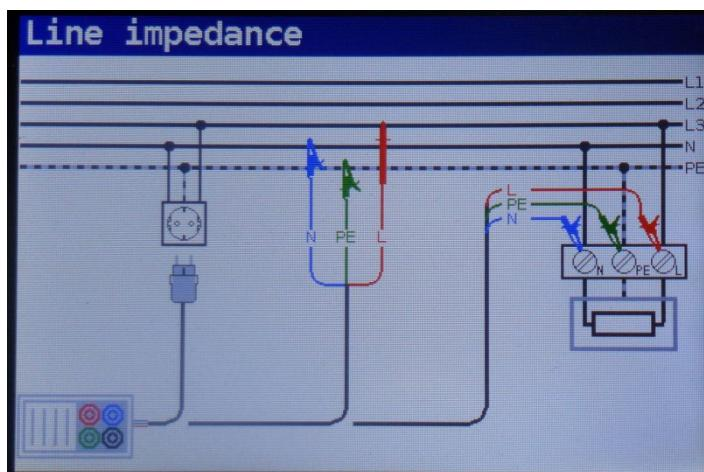

Abbildung 5-36: Messung der Leitungsimpedanz
Schritt 2 Schließen Sie die entsprechenden Messleitungen an das Gerät an und folgen Sie dem in Abbildung 5.36 gezeigten Anschlussplan, um die Impedanz der Phase-Neutralleiter oder der Phase-Phase-Leitung zu messen.
- Schritt 2** Schließen Sie die entsprechenden Messleitungen vom Bezugspunkt an das Gerät an und folgen Sie dem Anschlussplan in Abbildung 5.36, um die Impedanz der Phase-Neutral- oder Phase-Phase-Leitung zu messen.
- Schritt 4** Schließen Sie die entsprechenden Messleitungen vom geprüften Punkt an das Gerät an und folgen Sie dem in Abbildung 5.36 gezeigten Anschlussplan, um eine Phase-Neutral- oder Phase-Phase-Leitungsimpedanzmessung durchzuführen. Achten Sie auf die auf dem Bildschirm angezeigten Warnungen und überprüfen Sie den Online-Spannungs-/Klemmenmonitor, bevor Sie die Messung starten. Wenn alles in Ordnung ist und **►** angezeigt wird, drücken Sie die Taste TEST. Nach Durchführung der Messung werden die Ergebnisse auf dem angezeigt.